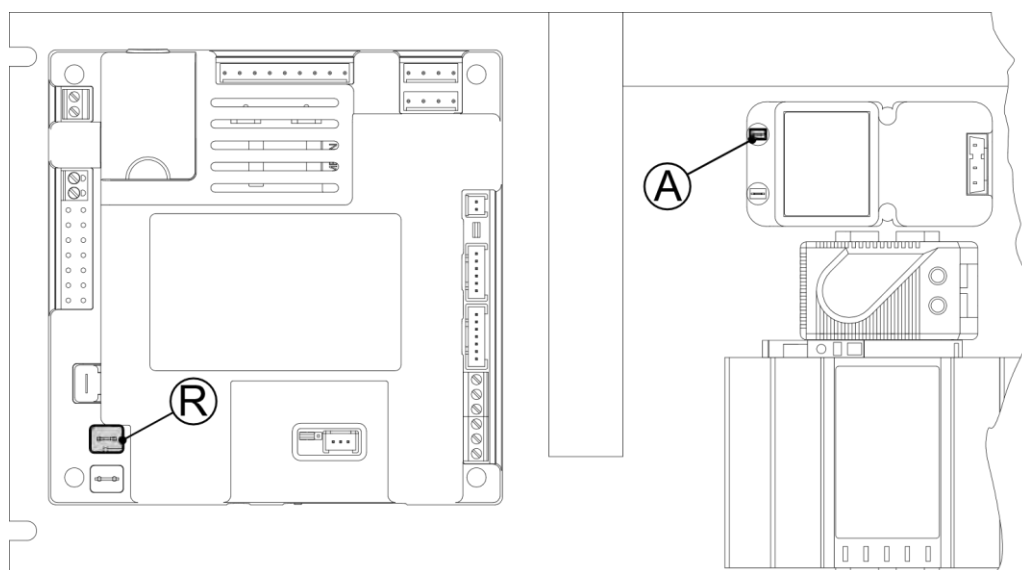

Fig 76
- 4) Retirer les deux connexions de l'électrode d'allumage (A) et d'ionisation (R) du panneau électrique (fig 76).
- 1) Prévoir un joint (G) au cas où il serait à remplacer ;
- 2) Retirer les fils du panneau électrique (fig 76)